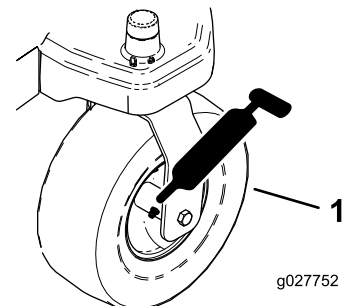
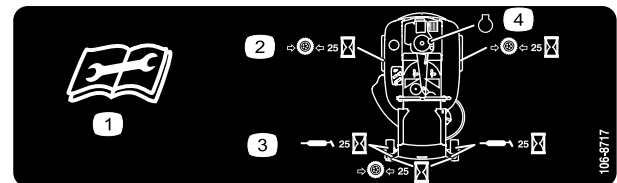

Figura 24
Figura 25
3. Limpe os encaixes de lubrificação (Figura 24 e Figura 25) com um trapo.
4. Ligue uma pistola de lubrificação ao encaixe (Figura 24 e Figura 25).